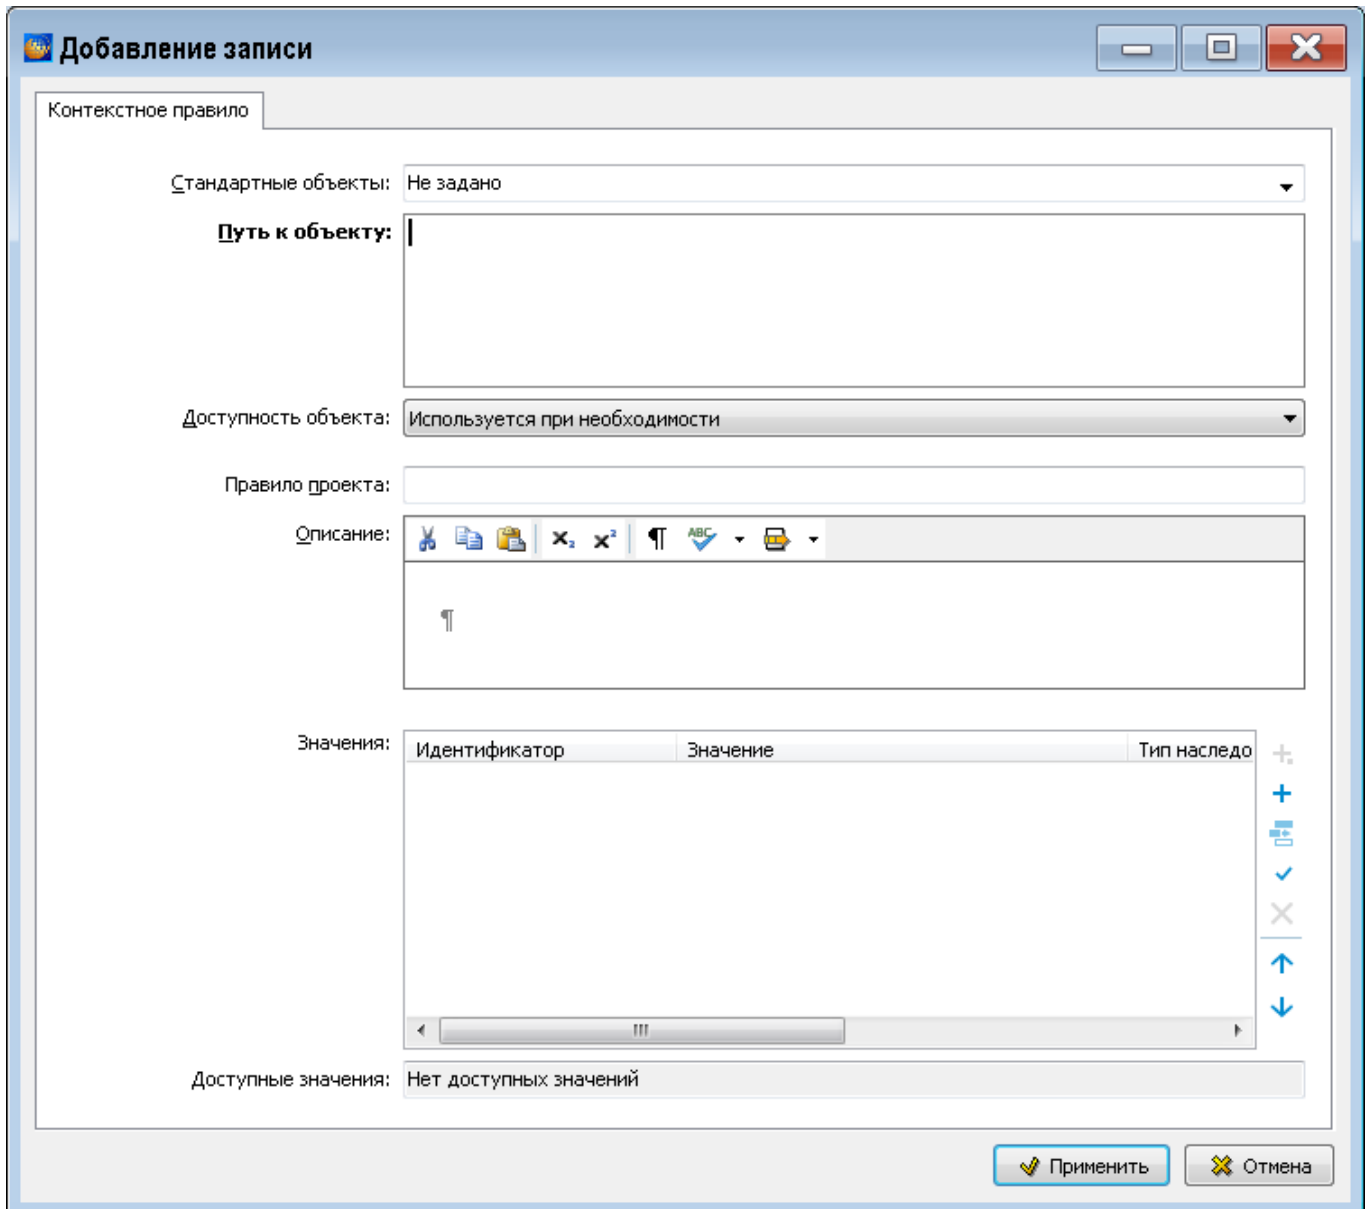

Рисунок 983
- 2) Нажмите на кнопку **Добавить** . После этого появится окно **Добавление записи** (рисунок 983).